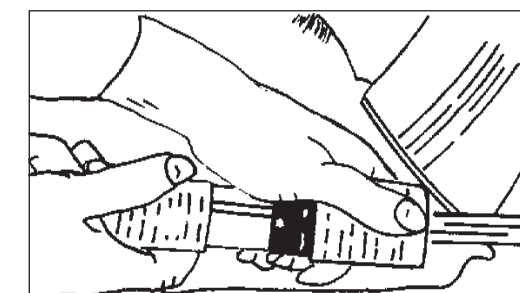

Imagen 6
1. Asegúrese de que el interruptor de control esté en la posición «OFF» y desconecte la espiral del motor del cable de alimentación. (Imagen 6)
2. Asegúrese de que el interruptor de control esté en la posición «OFF» y, a continuación, conecte el cable de alimentación a un circuito con fusible debidamente conectado a tierra. Conecte el cable de alimentación a la espiral del motor. (Imagen 6)